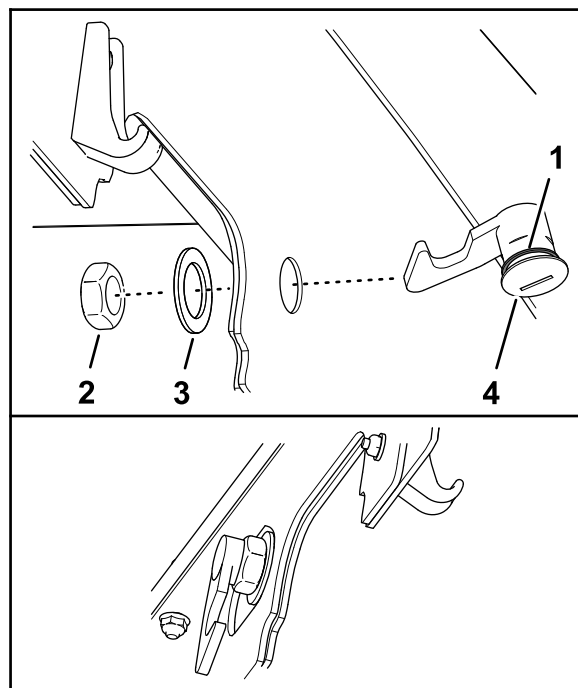

Figura 36
3. Asigurați-vă că garnitura de etanare este montată pe clichetul capotei (Figura 36).